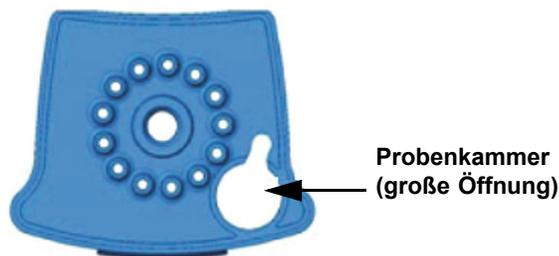

Abbildung 5. Xpert Xpress SARS-CoV-2-Kartusche (Draufsicht)
8. Um die Probe in die Kartusche zu überführen, den oberen Ballon der Transferpipette erneut vollständig zusammendrücken, sodass der Pipetteninhalt (300 µl) in die große Öffnung (Probenkammer) der Kartusche gemäß Abbildung 5 entleert wird. Die gebrauchte Pipette entsorgen.
3. Mithilfe einer sauberen Transferpipette eine Füllung (300 µl) der externen Kontrollprobe in die große Öffnung (Probenkammer) der Kartusche gemäß Abbildung 5 geben.